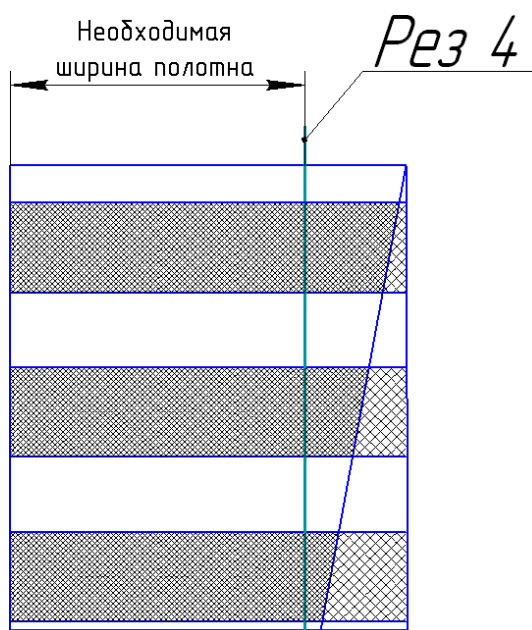

Рис. 3.4
3.4. Развернуть другой стороной полотно ткани, проверить совпадение полос и произвести второй рез по длине в размер: [Ширина]-2,3 см (Рис. 3.4).